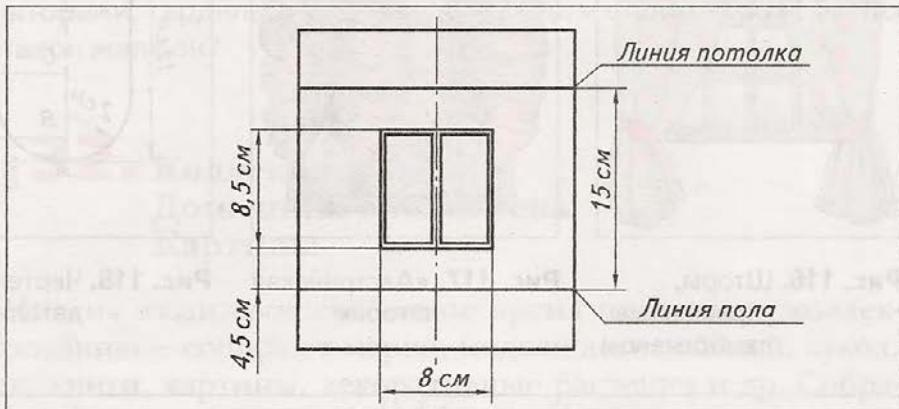

Рис. 115. Чертеж макета окна
1. Подготовь альбомный лист к работе. Для этого начерти на нем согласно размерам, указанным на чертеже (рис. 115), оконный проем.